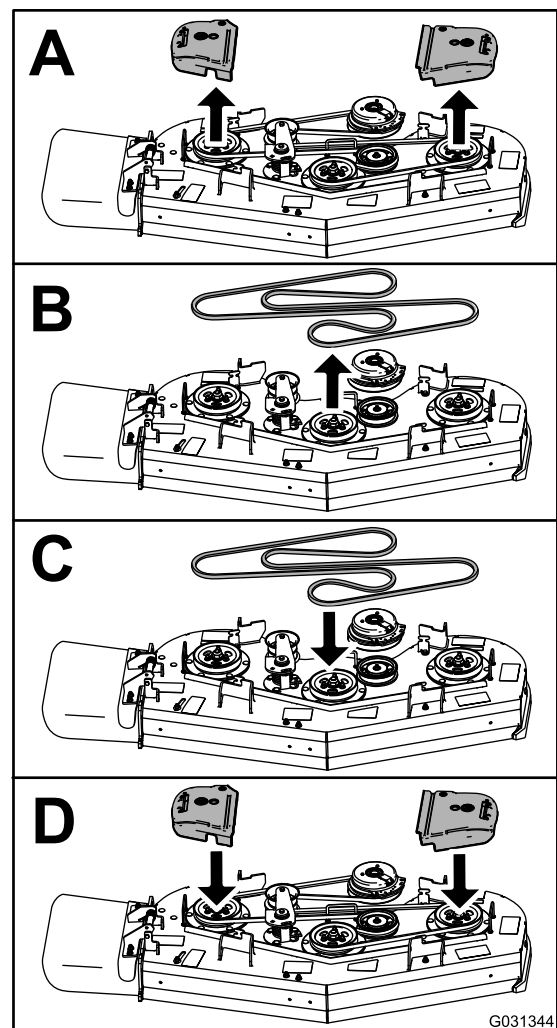

Figura 69
3. Sustituya la correa según se muestra en Figura 69.